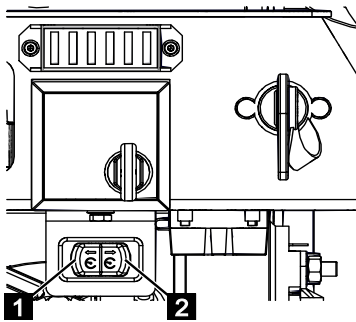

Fig. 194
5. Actionner le bouton d'entretien (Fig.194/1 ou 2) pour augmenter le régime du moteur à combustion.